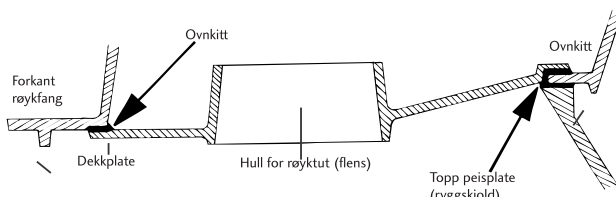

Fig. 5
1. Dekkplaten «tørrmonteres». Passer alt, påføres rikelig med ovnkitt langs kanten på oversiden. I bakkant legges kittet på undersiden (fig. 5). Deretter løftes platen opp og føres inn over knastene for gnistgardinfestet. Platens bakkant skal «henge» oppå bak i røykfanget (fig. 5).